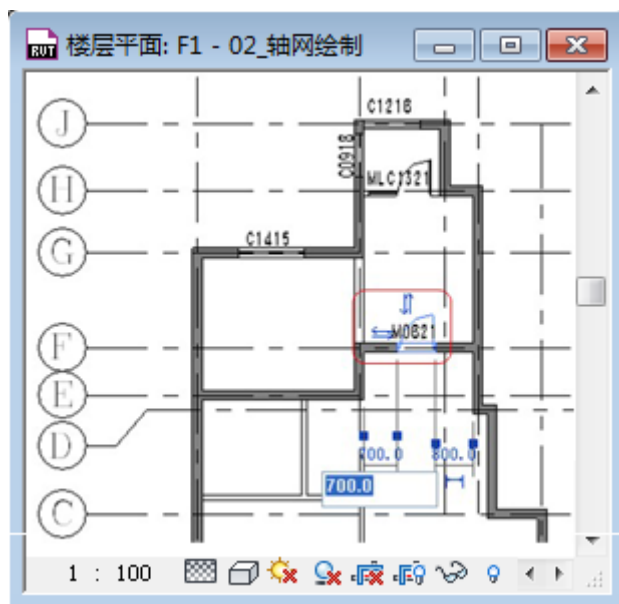

图 2-18
- 1) 接上节练习，单击“常用选项卡”>“构建”面板>“门”工具，Revit 将自动打开“放置门”的上下文选项卡，单击“属性”按钮，从下拉列表中选择门“M\_单开门 M0821”，光标移动到绘图区域 F 轴墙体上，将出现门的预览，光标移动到墙体上方，门的预览将向上开启，光标移动到墙体下方，预览的门将向下开启，本项目中该门向上开启，因此光标停留在墙体略向上方的位置，按键盘空格键会发现该键可以切换门的左右开启方向，通过光标及空格键将门调整到下图中的开启方向时单击放置“M\_单开门 M0821”，并通过临时尺寸标注修改门据左侧墙体距离为“700”（如图 2-18 所示）。